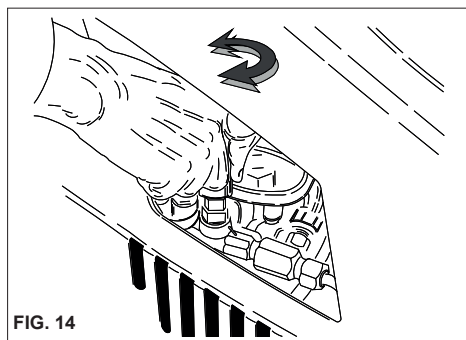

FIG. 14
Ce chapitre concerne uniquement les modèles pourvus du dispositif «Régulateur de pression». Le dispositif régulateur de pression (fig. 14) permet de régler la pression de service. En faisant tourner le bouton C dans le sens contraire des aiguilles d'une montre (B) (minimum), on obtient une réduction de la pression de service.